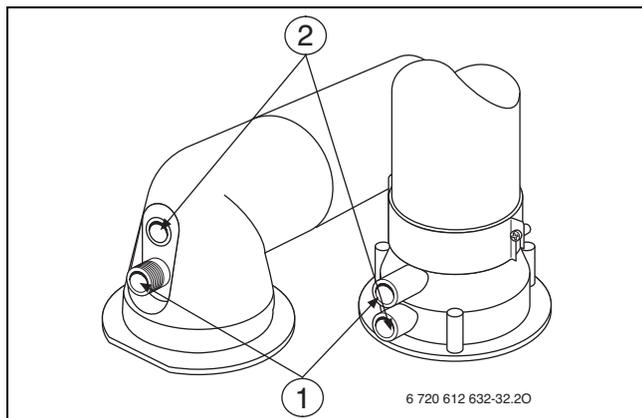

Fig. 72
- ▶ Retirer le bouchon sur la buse de mesure de l'air de combustion (2) (→ figure 72).
- ▶ Retirer le bouchon au niveau de la prise de mesure des fumées (1) (→ figure 72).